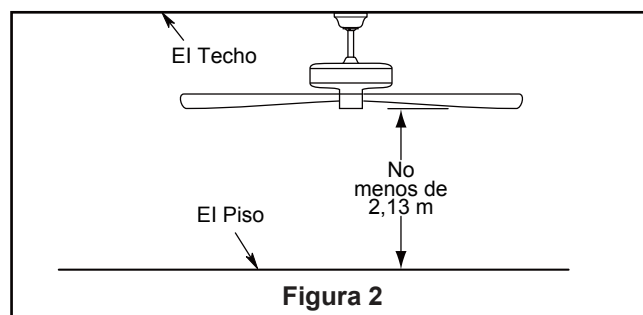

Figura 2
Uso de perfil profundo (Figura 2)
2. Retire el clip de horquilla y pasador de horquilla de la parte inferior de la bola para colgar. Retener el pasador y clip para la reinstalación en el paso 4. (Figura 2)
Debe colgar el ventilador a una distancia mínima de 2,13 m desde las aspas hasta el piso. (Figura 2)
- ☐ 2. Coloque y ajuste firmemente la cubierta para el tornillo de la base sobre los tornillos de reborde de la abrazadera para colgar mediante el mecanismo de seguro por giro del chavetero. (Figura 2)
- ☐ 2. Desarme la cubierta de soporte del interruptor de la cubierta de la caja del interruptor retirando tres tornillos. (Figura 2)